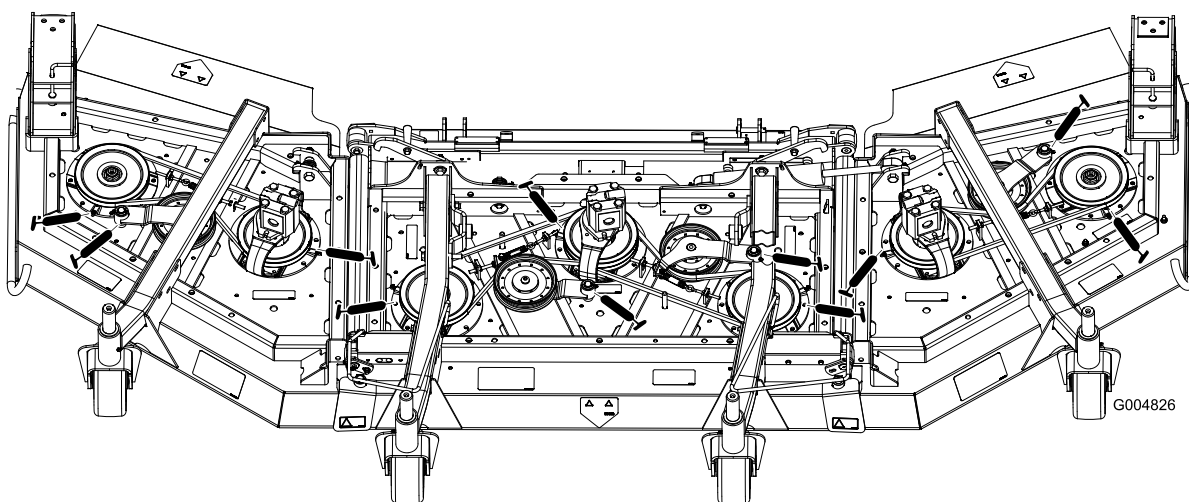

Figure 66
- Paliers d'axes de pivot (3) (sous la poulie) (Figure 66)
- Bagues de pivot du bras de la poulie de tension (2) (Figure 66).